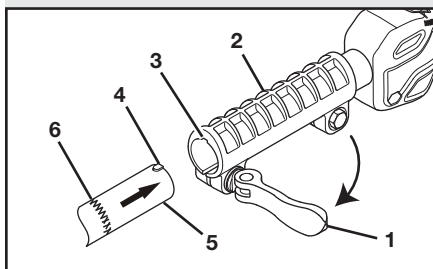

Fig. 1
1. Tirez sur le levier de blocage (1) qui se trouve sur le raccord (2) pour l'ouvrir. Alignez la rainure (3) dans le raccord avec la saillie correspondante (4) à l'extrémité du tube de la souffeuse (5) (Fig. 1).
2. Insérez le tube dans le raccord jusqu'à ce que le repère d'installation (6) soit vis-à-vis l'extrémité du raccord.